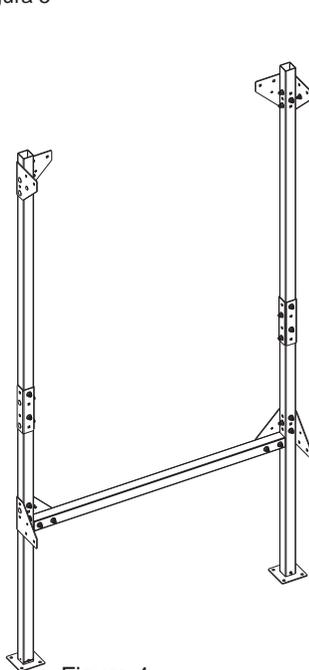

Figura 4
**4** - Unire due dei montanti precedentemente assemblati utilizzando un traverso e fissandolo con 4 viti TTQ M 8 alle spalle inferiori come indicato nella figura 4.